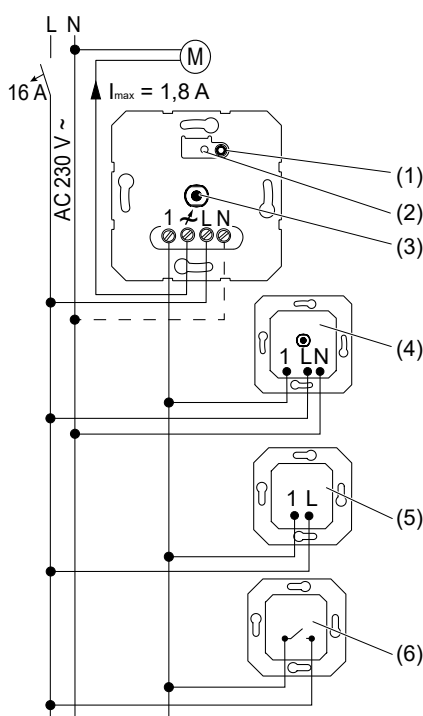
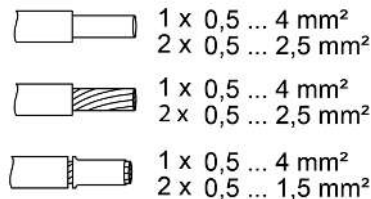

Bild 1: Anslutningsschema med sidoenheter (tillval)
Bild 2: Anslutningsbar ledararea
- Anslut enheten enligt kopplingsschemat (Bild 1). Beakta klämbara ledarareor (Bild 2)
- i** Genom att man trycker kort på knappen **Test** (1) kan motorn kopplas om.